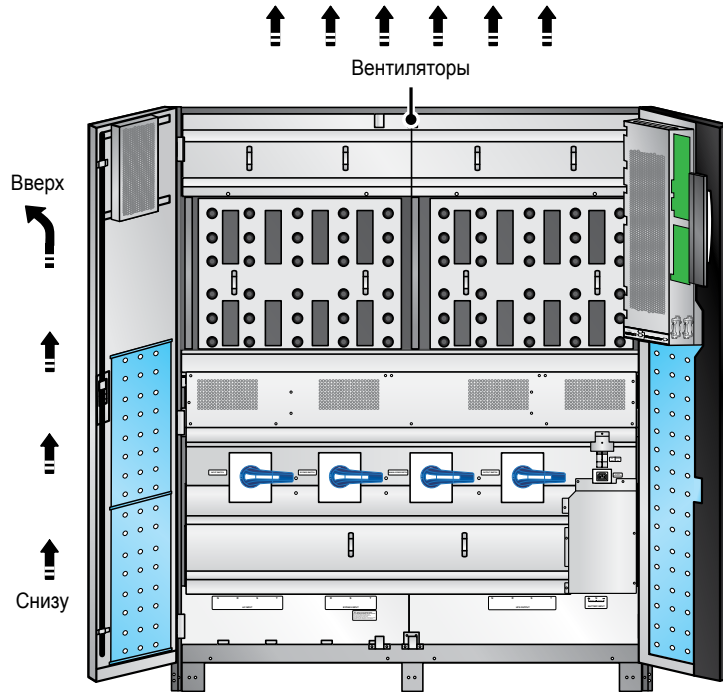

Рис. 5-1. Направление воздушного потока, созданного вентиляторами
- На месте монтажа должно быть обеспечено достаточного свободного пространства для вентиляции и обслуживания ИБП. Поскольку вентиляторы ИБП создают поток воздуха, направленный снизу вверх (см. **Рис. 5-1**), а внешний батарейный кабинет следует устанавливать рядом с ИБП, то рекомендуется: